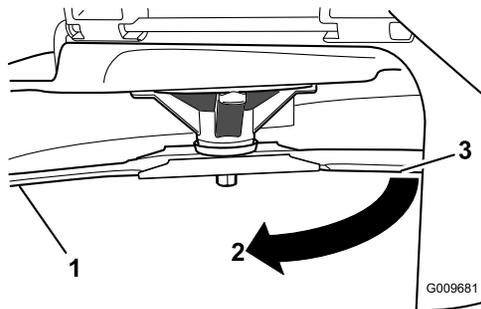

Figura 64
- Distancia medida entre la cuchilla y la superficie (A)
- Gire la misma cuchilla 180 grados de manera que el otro extremo esté en la misma posición (Figura 64).